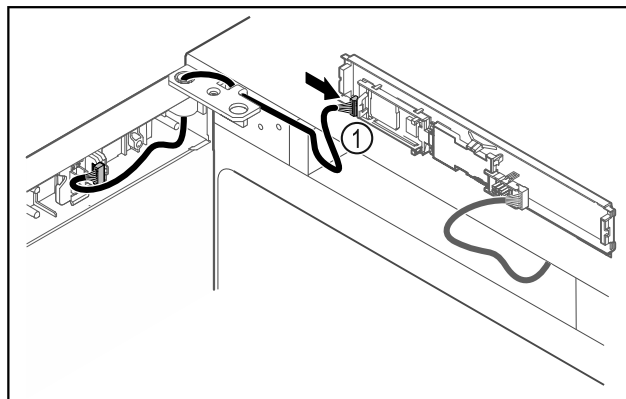

Fig. 49
- Sett pluggen Fig. 49 (1) inn i kretskortet.